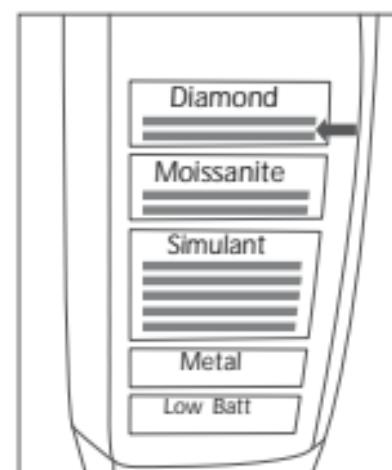

Fig. 7b
7. Durante la calibrazione, le spie luminose “Simulant” (Falso), Moissanite e “Diamond” (Diamante) si illumineranno gradu almente, accompagnate da beep ritmici, con le luci LED “Diamond” (Diamante) che indicano la fase finale della calibrazione, come mostrato nella Fig. 7b.